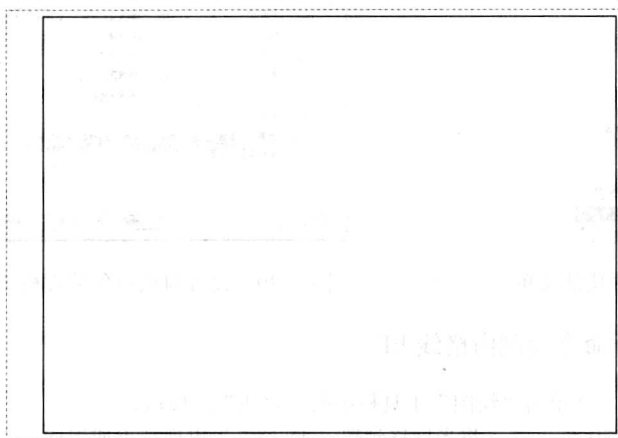

图 1-36 绘制图框
3. 单击“缩放”工具栏中的“全部缩放”按钮, 或在命令行中输入 Z 并按〈Enter〉键, 或输入 A 并按〈Enter〉键, 将图形全部显示, 如图 1-36 所示。